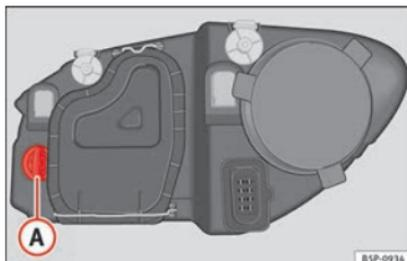

Fig. 177 Lampadina dell'indicatore di direzione.
- Ruotare il portalamпада »» fig. 177 Ⓐ a sinistra e tirare.